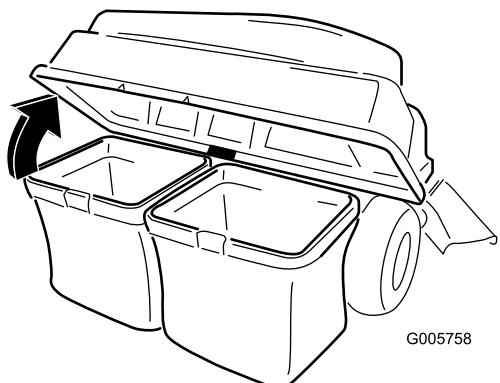

Figure 25
- Ouvrez (soulevez) le couvercle du système de ramassage (**Figure 25**).